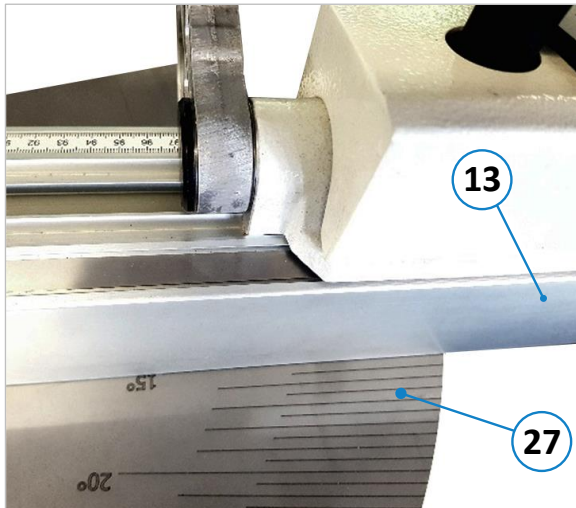

Abbildung 29: Winkelschnitte einstellen
- Längenanschlag (**13**) auf die 15° - Markierung der Platte (**27**) schieben (siehe ⇒ Abbildung 29).